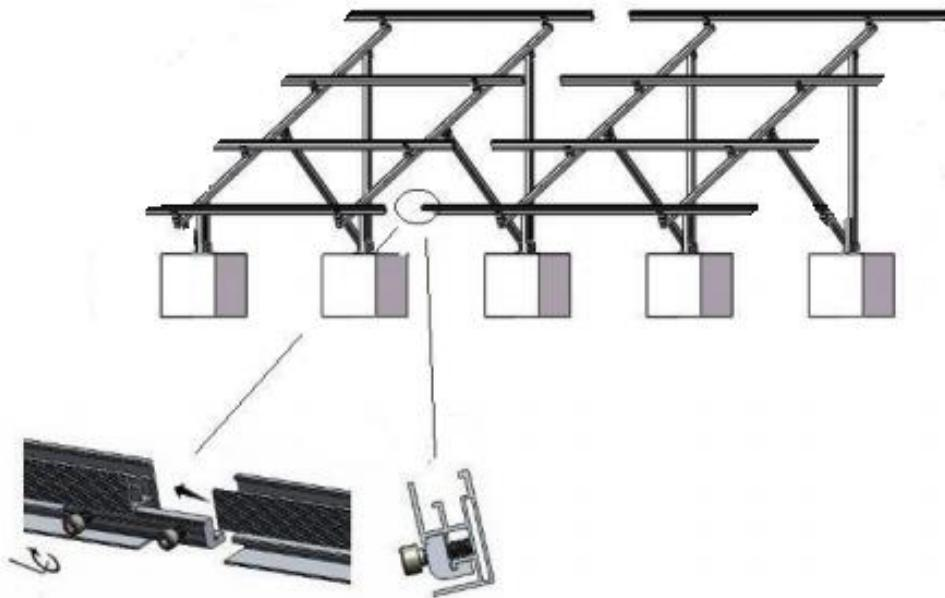

Figura 17
C). Para conectar varios rieles juntos, deslice los empalmes en la parte trasera de los rieles pre ensamblados a mitad de camino hacia un lado. Fije firmemente el primer perno Allen del **EPL-LFG2-03** con la llave Allen. Ahora deslice el siguiente segmento de riel en el empalme como se muestra en la **Figura 17**.